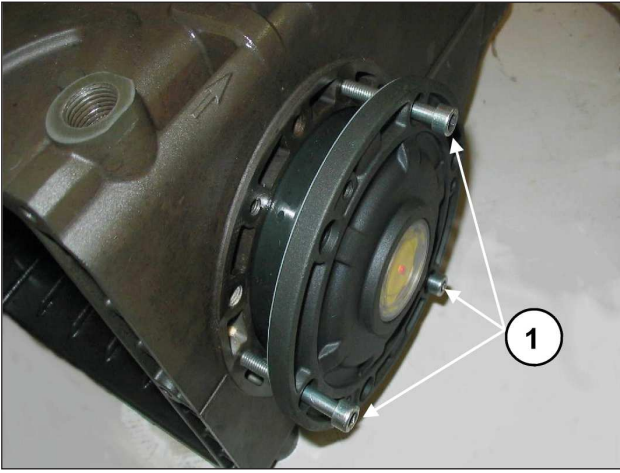

Abb. 8
Um das Einführen des Pleuelstanges und das Einsetzen der Pleuelstange am Pleuelstange zu erleichtern, sollten Sie 3 Schrauben M6 x 40 mit Teilgewinde (Abb. 8, Pos. ①) zu Hilfe nehmen und den Vorgang dann anhand der mitgelieferten Schrauben (M6x18) abschließen.
Prüfen Sie nach Einbau der kompletten Gruppe (Flansch auf Schauglasseite + Welle + Flansch auf Motorseite), dass das Reibmoment der Welle - bei nicht verbundenen Pleueln - in einem Bereich zwischen min. 4 und max. 7 Nm liegt. Für das Annähern der beiden Seitendeckel an das Gehäuse können Sie zunächst 3 Schrauben M6x40 für eine erste Ausrichtung verwenden, wie in Abb. 8 angegeben, und dann die für die endgültige Befestigung vorgesehenen Schrauben. Das Reibmoment der Welle (bei verbundenen Pleueln) darf 8 Nm nicht übersteigen.